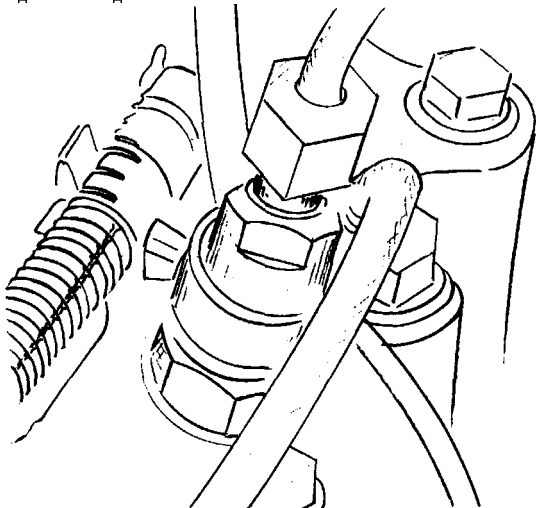

Рис. 1.54. Присоединение к форсункам дренажных трубок и топливопроводов высокого давления.
- 8 Отверните по два болта на каждой скобе крепления форсунок (см. рис. 1.53) и извлеките форсунки вместе с уплотняющими кольцами. На двигателях поздних выпусков выверните форсунку с помощью высокой головки S = 27 мм. (см. рис. 1.54 и 1.55).